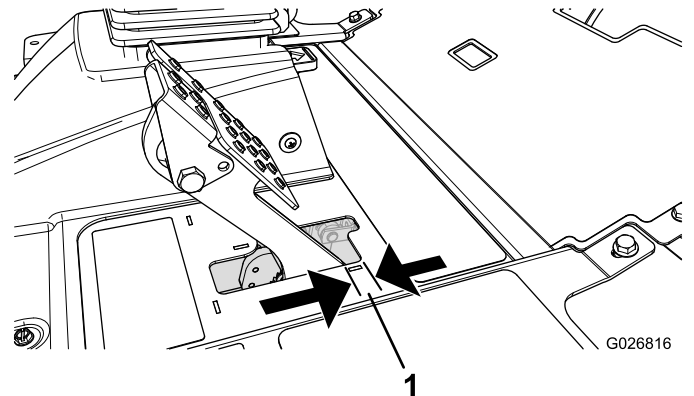

Рисунок 62
Тормоза необходимо отрегулировать, если свободный ход (Рисунок 62) педали тормоза превышает 2,5 см или требуется большее усилие нажатия для торможения. Свободный ход — это расстояние перемещения педали тормоза до ощущения тормозного сопротивления.
- Затяните заднюю гайку, чтобы переместить трос назад так, чтобы свободный ход педалей тормоза составил от 0,63 до 1,27 см (Рисунок 62) до момента фиксации колес.